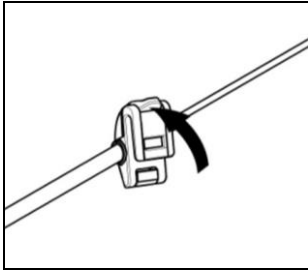

Fig. 24
- Aprire la clip posizionata sull'asta del microfono, facendo leva come indicato in Fig. 24. Se necessario, utilizzare l'utensile a testa piatta (fornito in dotazione) per facilitare l'apertura.